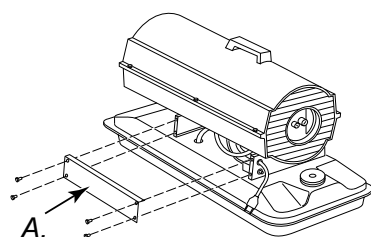

Abbildung 29 – Ausbau der Abdeckung.
1. Mit dem CH8 -Zoll-Steckschlüssel die vier Schrauben der Seitenabdeckung entfernen (siehe Abbildung 29).